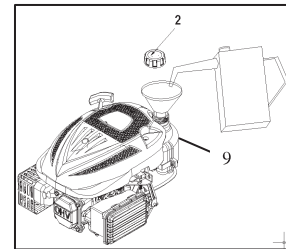

Fig. 5
1. Retire la tapa del depósito de combustible (2).
2. Añada combustible por debajo del límite de nivel de combustible en el cuello del depósito de combustible (9) (consulte la Fig. 5).
5. Capacidad (9) del depósito de combustible: 1,2 l (0,317 galones estadounidenses, 0,264 galones británicos)